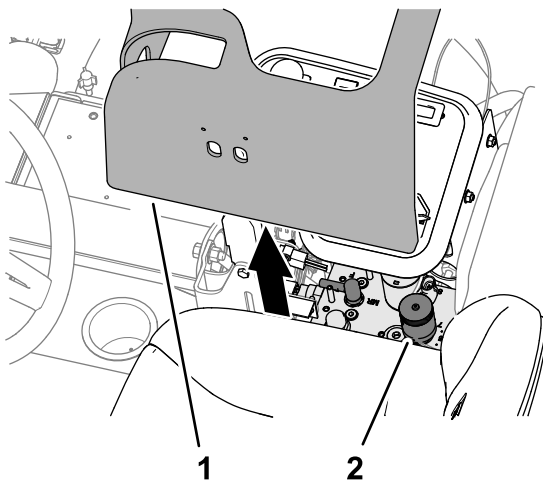

Figura 38
2. Retire la cubierta del brazo de control (Figura 38).